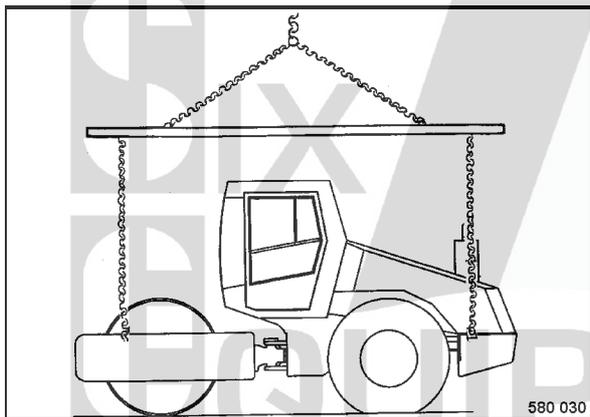

fig. 82
- Utiliser les quatre oeilletons de levage (fig. 82) et le dispositif de levage pour soulever la machine.